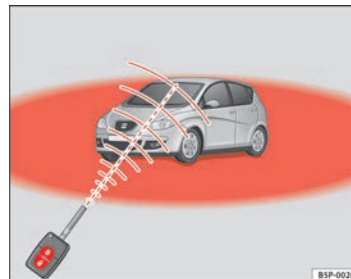

Abb. 65 Wirkungs-
- Die Funk-Fernbedienung funktioniert nur, wenn Sie sich im Wirkungsbereich befinden ⇒ Seite 111, Abb. 65 (roter Bereich).